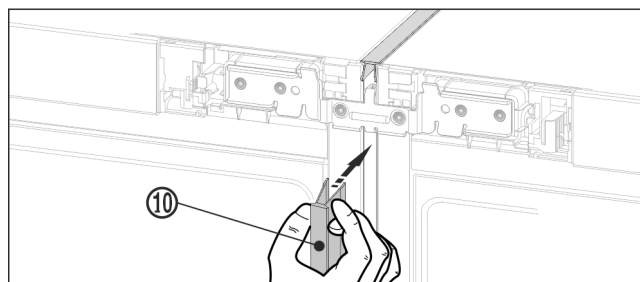

Fig. 21
- ▶ Długą listwę zakrywającą Fig. 21 (10) wcisnąć z przodu do pionowej szczeliny. Należy zwracać uwagę na to, by listwa opierała się o blachę łączącą.